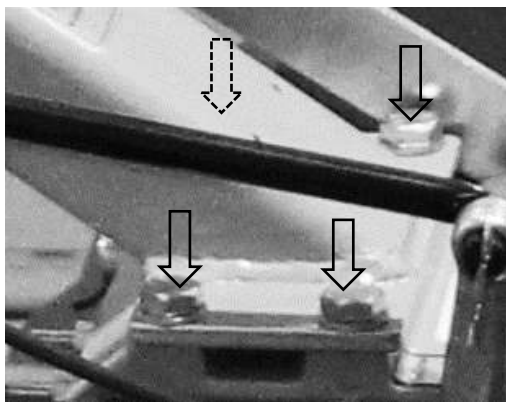

Рис. 3
7. Слегка потяните рукоятку стартера (рис. 3) и выберите свободный ход троса. Когда стартер войдет в зацепление с маховиком, Вы почувствуете сопротивление, затем сильно и плавно потяните за рукоятку. Плавно возвратите рукоятку в исходное положение. Может понадобиться несколько прокруток стартером для того чтобы двигатель завелся. Это нормально.